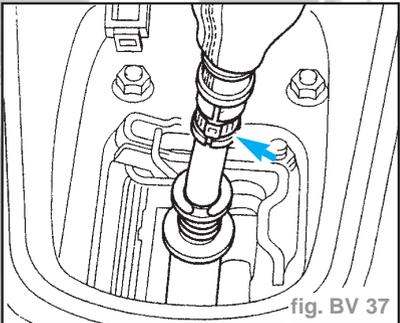

fig. BV 37
- Détruire le collier de serrage (flèche) et retirer le pommeau avec le cache (fig. BV 37).